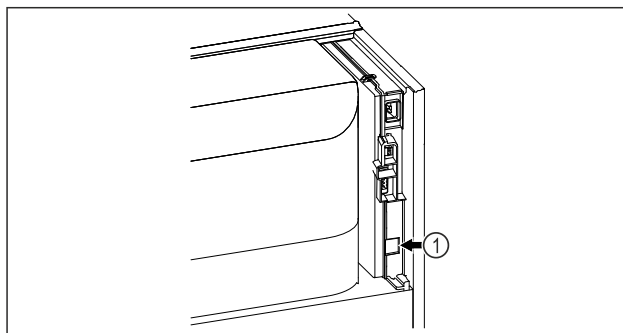

Fig. 95
- SmartModule Fig. 95 (1) è inserito.